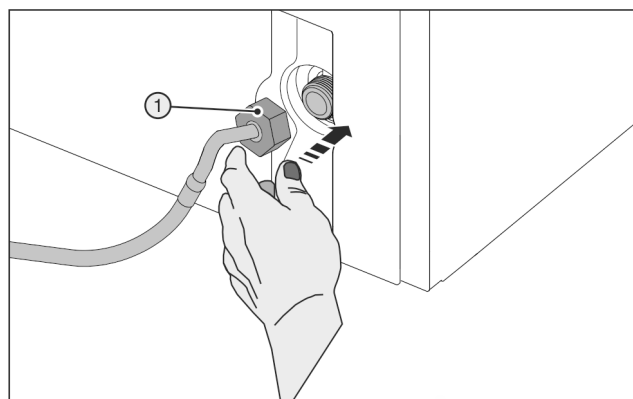

Fig. 29
- ▶ Sæt forsigtigt møtrikken Fig. 29 (1) på og skru den lige på gevindet.
- ▶ Anbring forsigtigt møtrikken Fig. 29 (1) og skru den lige på gevindet med to fingre, indtil den sidder fast.
- ▶ Anvend kun hjælpeværktøjet (5) ved stuetemperatur.
- ▶ Spænd møtrikken Fig. 29 (1) ved at dreje hjælpeværktøjet (5) med uret, indtil det maksimale moment er nået, og hjælpeværktøjet (5) skrues over gevind.